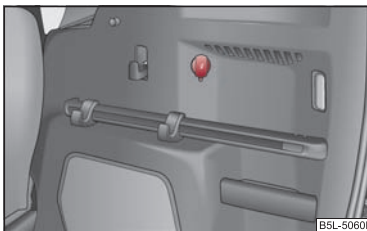

Fig. 86 Portbagajul: Priza
- Deschideți capacul prizei ⇒ fig. 86.